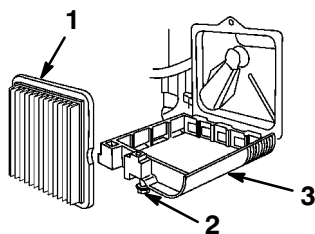

Abbildung 23
3. Die Schraube lösen, mit der die Luftfilterabdeckung befestigt ist (Abb. 23).
4. Die Abdeckung herunterkippen und gründlich reinigen (Abb. 23).
5. Den Papierluftfilter herausnehmen und wegwerfen (Abb. 23).
6. Einen neuen Papierluftfilter einsetzen (Abb. 23).